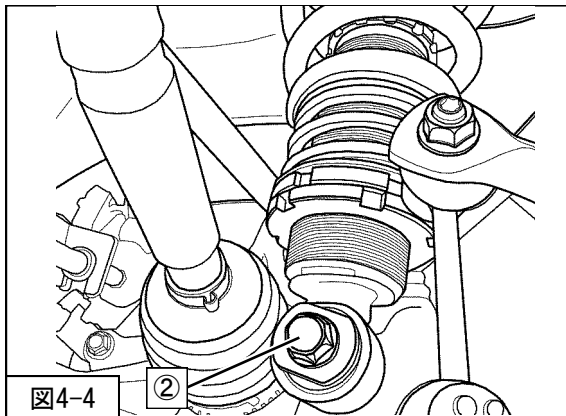

図4-4
7. ②リアサスペンションASSYロア取付ボルト（締付トルク：88～119N・m）を取付けてください。（図4-4）